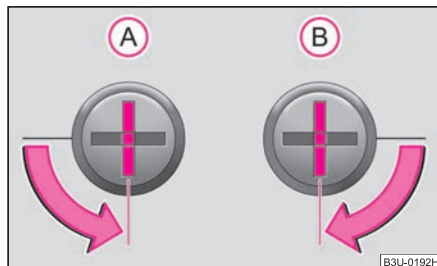

Fig. 25 Posizioni del bloccetto serratura del portellone bagagliaio
Ruotando la chiave principale in senso orario (B) ⇒ fig. 25 ed estraendola dalla serratura con il bloccetto in posizione verticale, il portellone bagagliaio viene escluso dalla chiusura centralizzata e rimane bloccato permanentemente.
Ruotando la chiave principale in senso antiorario (A) ⇒ fig. 25 per portare il bloccetto in posizione verticale, il portellone bagagliaio si apre. In questa posizione non è possibile estrarre la chiave.